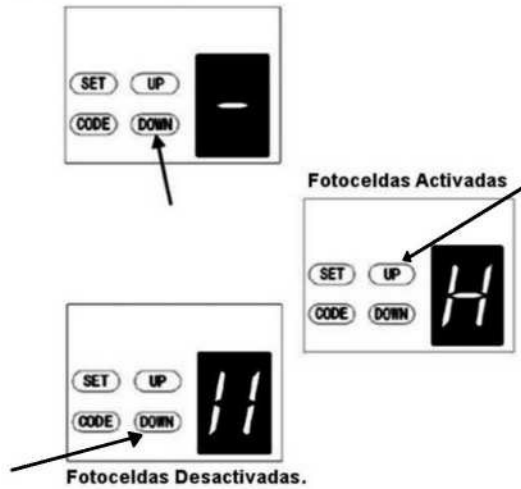

Fig.43
7.6.- Configurando las Fococeldas (Fig.43).
Mantenga Presionado el botón **DOWN** hasta que aparezca **-** en la pantalla. Para activar las fococeldas presionar el botón **UP**, la pantalla indicara **H** (activado) o presionar el botón **DOWN** para desactivar **H** la opción. Presione **SET** para confirmar (Fig.43).